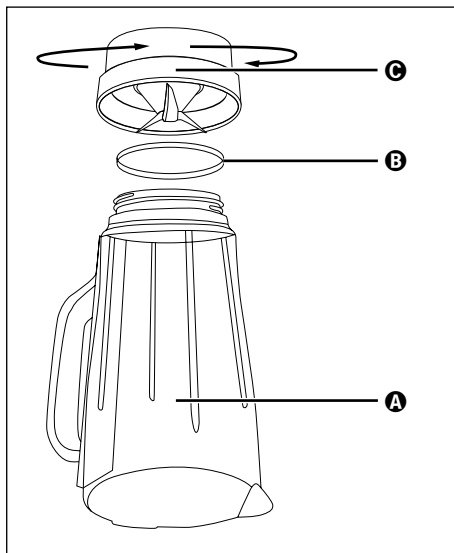

Abb. 4
- 2) Stellen Sie das Gerät auf den Kopf und drehen Sie das Plastikteil ③ des Mixaufsatzes ③ gegen den Uhrzeigersinn, so dass es sich vom Glasteil ① des Mixaufsatzes ③ lösen lässt (siehe Abb. 4).
- 4) Sie können den Dichtungsring ② bei Bedarf vorsichtig aus dem Plastikteil ③ entnehmen. Reinigen Sie ihn in milder Seifenlauge und spülen Sie ihn mit klarem Wasser ab.